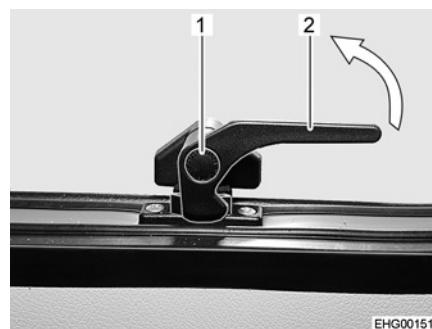

Bild 24 Låsarm, nedtill (i läget "stängd")
- Tryck på låsknappen (Bild 24,1) på låsarmen nedtill (Bild 24,2) och håll den nedtryckt.
- Sväng låsarmen nedtill (Bild 24,2) ett kvarts varv mot fönstrets mitt.